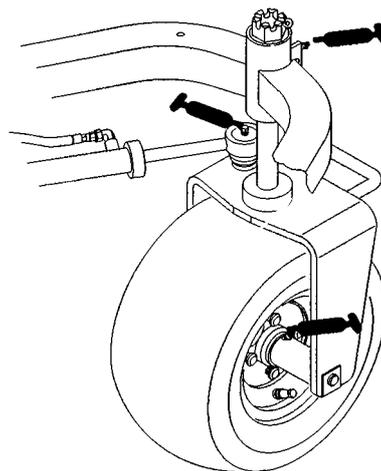
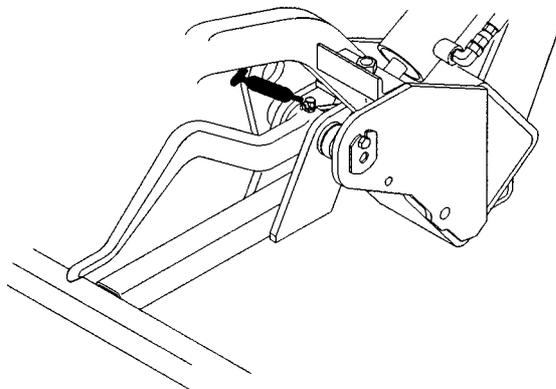
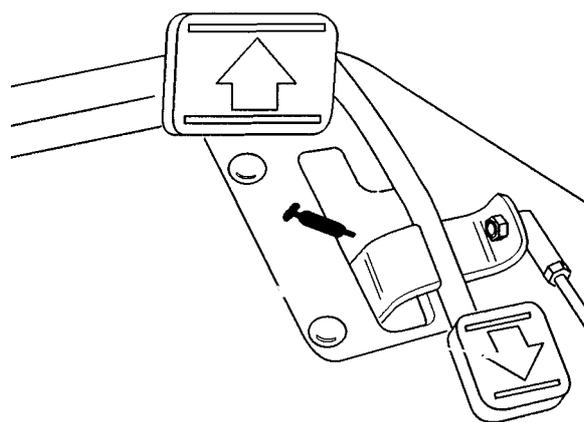

Figure 15
Figure 16
Figure 17
## REMORQUAGE DU GROUPE DE DEPLACEMENT (Fig. 17)
Graisser les roulements et manchons suivants du groupe de déplacement: moyeu de roue arrière (1), roulement de roue pivotante (1), vérin de direction (2) (Fig. 15), bras de relevage (3) (Fig. 16), pivot de la pédale (1) (Fig. 17).